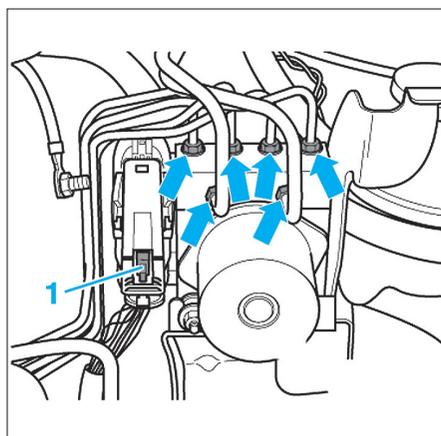

Fig. 11
- Pousser le cran de verrouillage rouge (1) vers le haut du connecteur (Fig.11).